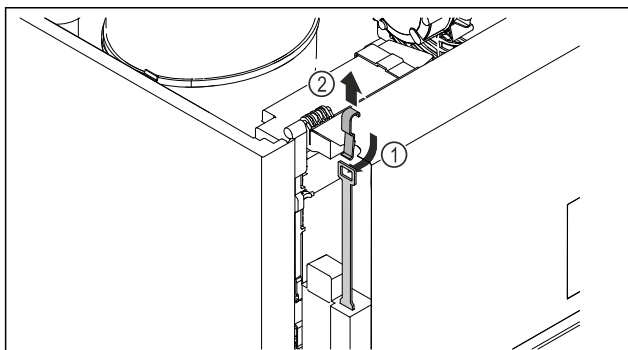

Fig. 211
- Skyv inn nødopplåsingsnøkkelen Fig. 211 (1) ovenfra, hekt den inn på låsen og trekk den oppover Fig. 211 (2).